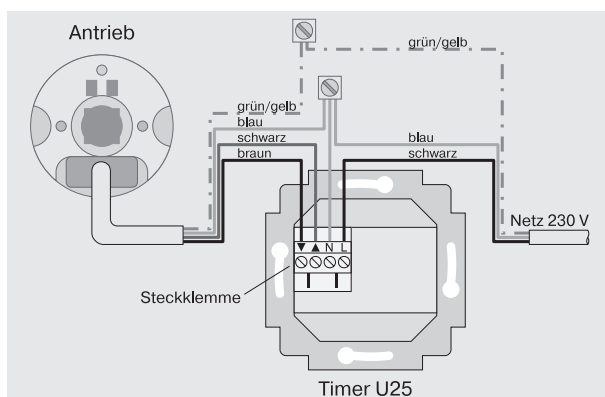

Abb. 1
- Ziehen Sie die Anschlussklemme an der Rückseite der Uhr ab (Steckklemme) und nehmen Sie den elektrischen Anschluss laut Anschlussplan (Abb. 1) vor. Vermeiden Sie dabei unnötig lange Anschlussadern.